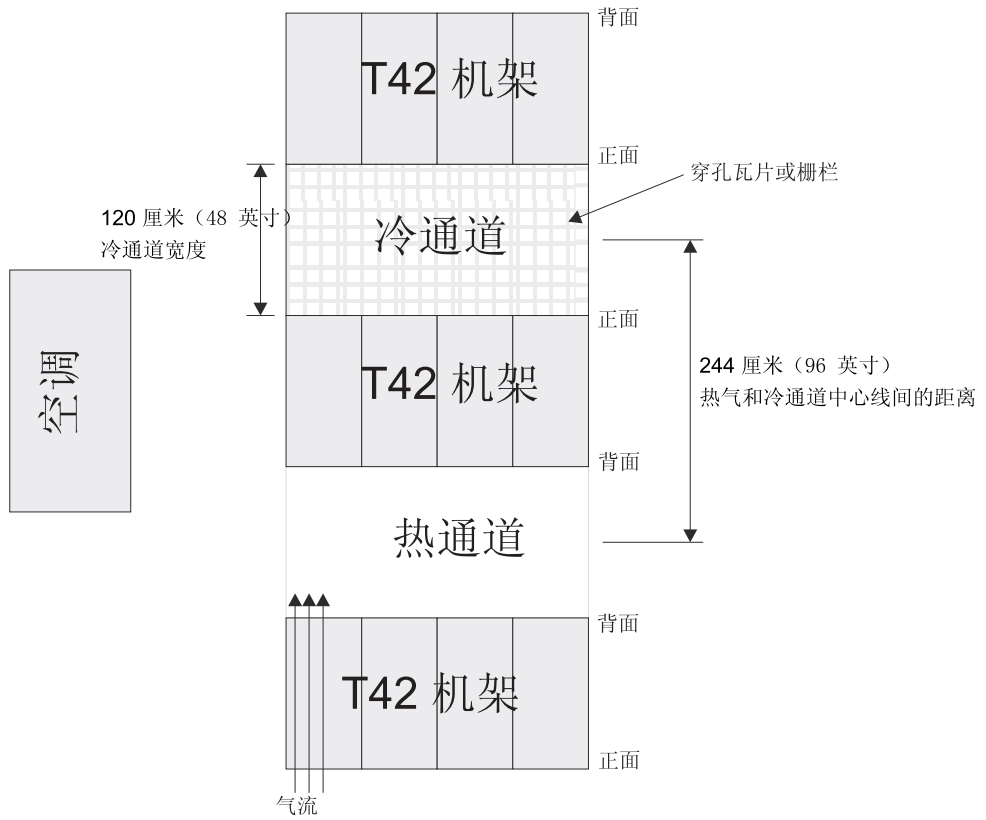

图 12. 冷通道/热通道机架配置示例
- 空气从机架正面进入，背面流出。为防止流出机架的空气进入其他设备的进风口，必须将机架隔行放置并且正面与正面相对、背面与背面相对。这种布局称为“冷通道/热通道”，如第 16 页的图 12 所示。
- 正面相对或背面相对的逐行放置的机架之间必须沿冷通道留出至少 122 厘米（48 英寸）来分隔机架（请参阅第 16 页的图 12）。